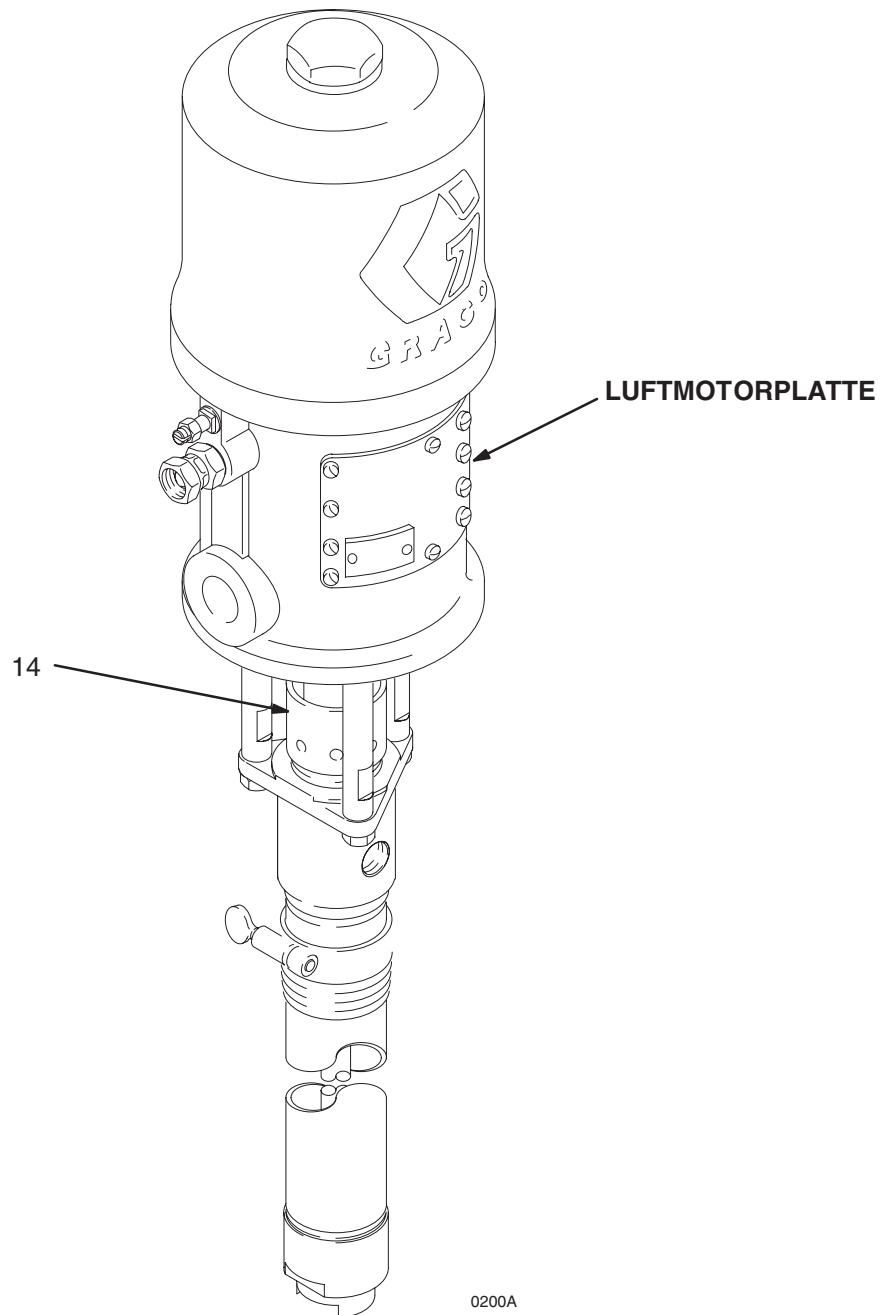

Abb. 2
Bewegliche Teile können Finger oder andere Körperteile quetschen oder abtrennen. Der Kolben des Luftmotors (hinter den Luftmotorplatten) bewegt sich, wenn dem Motor Luft zugeführt wird. Siehe Abb. 2. Daher niemals die Pumpe ohne Luftmotorplatten betreiben.
Die Packungsmutter/TSL-Tasse (14) mit Graco TSL-Flüssigkeit oder einem verträglichen Lösemittel gefüllt halten, um die Lebensdauer der Packungen zu verlängern. Die Packungsmutter wöchentlich so einstellen, dass sie gerade fest genug sitzt, um Leckagen zu vermeiden; Packungsmutter jedoch nicht zu fest anziehen. Siehe Abb. 2. Vor dem Einstellen der Packungsmutter stets die Schritte im Abschnitt **Druckentlastung ausführen**.